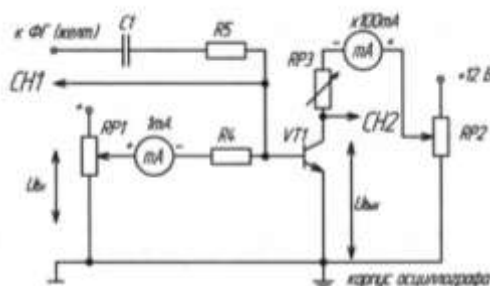

Рисунок 1
1. Собрать схему (рис. 1) для исследования усилительного каскада. Подключить канал CH1 осциллографа к входу усилителя, а канал CH2 к выходу усилителя. Включить временную развертку осциллографа. Включить функциональный генератор и установить синусоидальный сигнал частотой 50 Гц. Уменьшить сигнал до нуля регулятором амплитуды. Переключить входы CH1 на положение «вход закорочен». При токе  $I_b=0$  установить с помощью потенциометра RP2 заданное значение  $E_k$  и далее не изменять его при всех экспериментах.